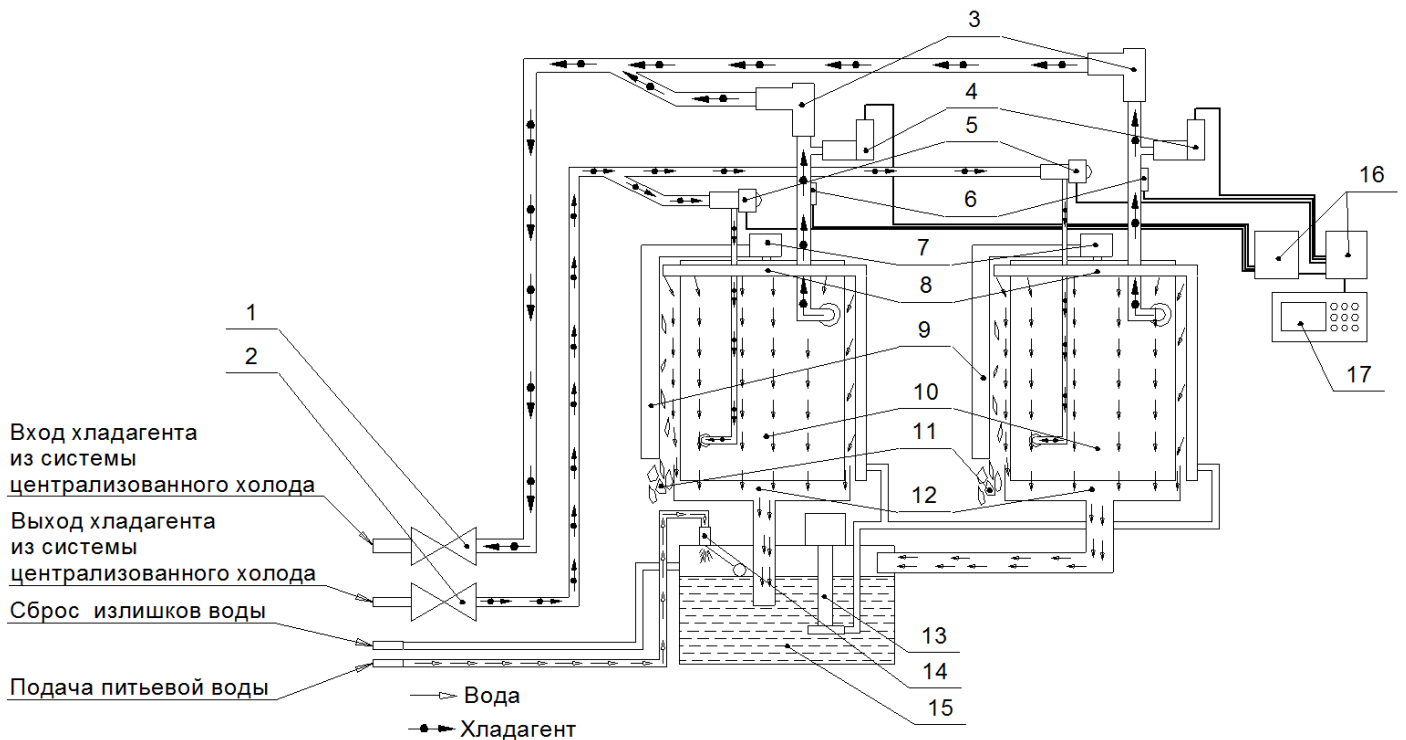

Рис.4 Режим заморозки
2. Режим ЗАМОРОЗКА (Рабочий режим) (рис. 4)
- установить льдогенератор на бункер. Для льдогенераторов ЛГ-1200Ч-03, ЛГ-1200Ч-04 использовать бункер Б-300 или Б-400. Льдогенератор должен фиксироваться на бункере-накопителе двумя болтами с предварительно установленными шайбами из комплекта поставки моментом затяжки $26 \pm 1,5$ Н·м ($2,7 \pm 0,15$ кгс·м). Схема монтажа показана на рис. 4,5. Положение льдогенератора должно быть горизонтальным, в случае необходимости отрегулируйте высоту и устойчивое положение изделия с помощью регулируемых ножек бункера;